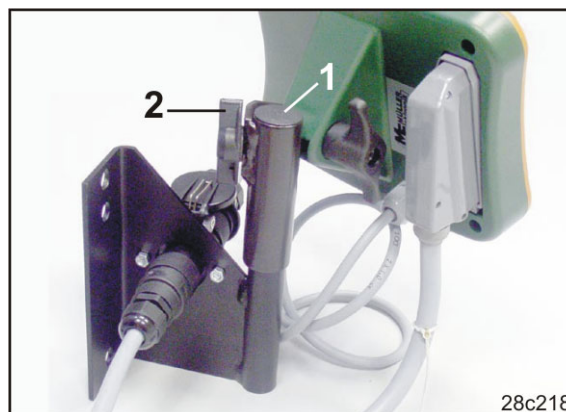

Fig. 12
1. Fijar la contrapieza (Fig. 12/1) en el soporte y apretar con el tornillo de mariposa (Fig. 12/2).